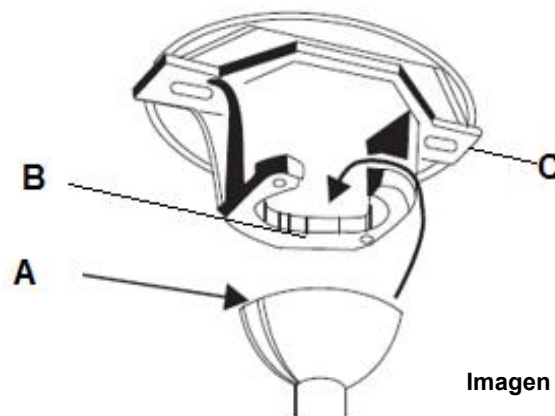

Imagen 7
Alce el conjunto del ventilador hasta montarlo en el soporte de montaje. Asegúrese de que la ranura de llave (A) de la junta esférica esté posicionada sobre la clavija de llave (B) del soporte de montaje (C) para evitar la rotación del ventilador cuando esté funcionando. (Imagen 7)